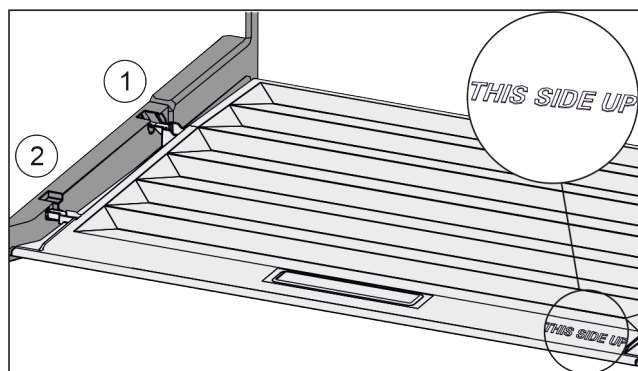

Fig. 116
- ▶ Introduceți nervura capacului prin orificiul suportului posterior Fig. 116 (1) și înclinați-l în față în suport Fig. 116 (2).